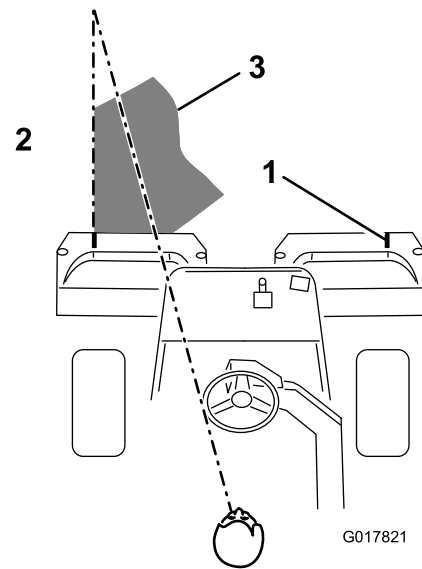

Figure 38
**Remarque:** Pour vous aider à traverser le green en ligne droite et à maintenir la machine à égale distance du bord de la passe précédente, établissez une ligne de vision imaginaire à environ 1,8 à 3 m en avant de la machine jusqu'au bord de la partie non coupée du green (Figure 38).
Certaines personnes trouvent utile de faire passer la ligne de vision par le bord extérieur du volant, c.-à-d. de maintenir le bord du volant aligné avec un point se trouvant toujours à la même distance par rapport à l'avant de la machine (Figure 38).